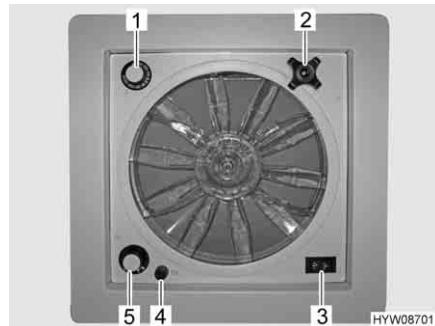

Fig. 58 Oblò con ventilatore
- Un fusibile da 4 A (Fig. 58,4) protegge da sovraccarico il motore del ventilatore. Se si verifica un sovraccarico: Per prima cosa individuare ed eliminare la causa (ad es. il ventilatore è sporco), poi sostituire il fusibile.
**Apertura oblò:** ■ Ruotare la maniglia girevole (Fig. 58,2), finché non si raggiunge l'angolo di apertura desiderato.
**Aerazione/sfiato:** ■ Portare l'interruttore a levetta (Fig. 58,3) su "Aerazione" (flusso d'aria dall'esterno verso l'interno) o "Sfiato" (flusso d'aria dall'interno verso l'esterno).
**Spegnimento del ventilatore:** ■ Portare l'interruttore a levetta (Fig. 58,3) sulla posizione centrale.
**Impostazione della velocità del ventilatore:** ■ Posizionare l'interruttore girevole (Fig. 58,5) sul grado desiderato:
**Impostazione della temperatura:** ■ Ruotare il termostato (Fig. 58,1) fino alla battuta in direzione "blu".
**Sostituzione del fusibile:** ■ Ruotare il cappuccio nero (Fig. 58,4) di un quarto di giro in senso antiorario.